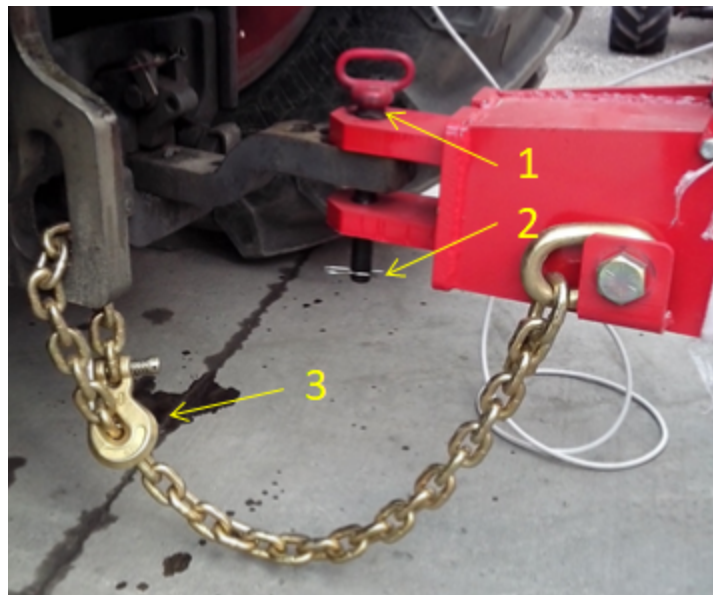

рисунок 6 — Сцепка с трактором
5. Достаньте шплинт из стопорного пальца, выньте стопорный палец и отсоедините страховочную цепь (рисунок 6).